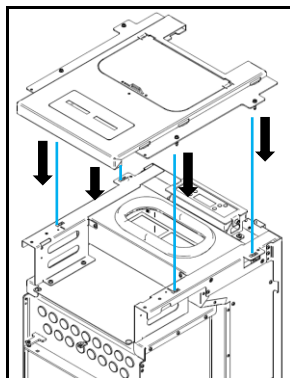

Figura 35 - Colocación tampón superior
a) Colocar la cabeza superior como se muestra en la Figura 35. Para asegurar que la tapa se coloca correctamente, contiene cuatro pasadores en la parte inferior que deberían participar los resortes que se encuentran en la estructura.